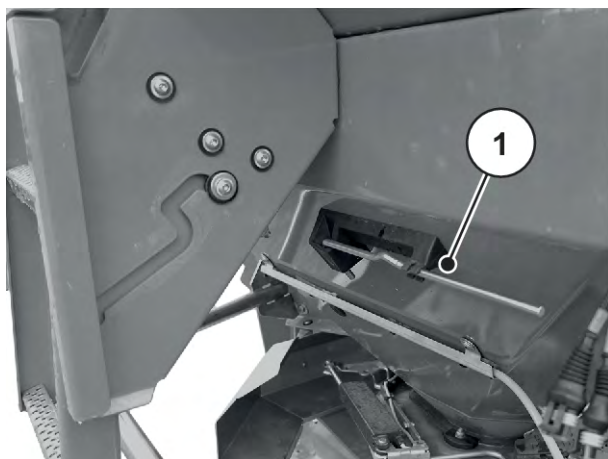

Fig. 27: Position du levier de réglage AXIS xx.2
- ▶ Replacer le levier de réglage dans le support prévu. Voir *Fig. 27 Position du levier de réglage AXIS xx.2*